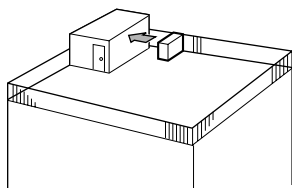

Fig. 3-2
① Τοποθετήστε τη μονάδα ώστε το στόμιο εξαγωγής του αέρα να είναι στραμμένο προς τον πλησιέστερο διαθέσιμο τοίχο και να απέχει περίπου 50 εκατοστά. (Fig. 3-2)